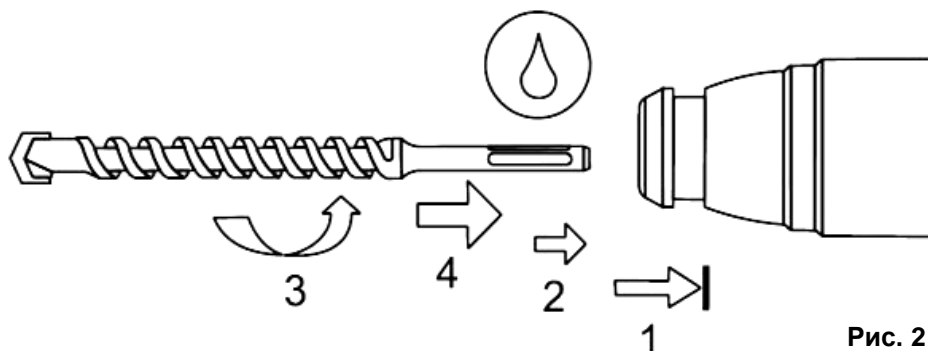

Рис. 2
## Смена насадок (См. Рис.2)
- Нажмите на подвижную крышку патрона перфоратора, отведите ее назад (См. Рис.2).